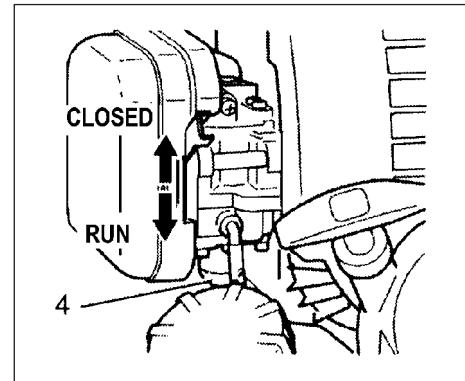

Fig. 2-3
(Fig. 2-3)
2. Chiudere l'aria portando la leva in posizione. (Fig. 2-3)
4. Ai primi scoppi del motore, riaprire l'aria prima di agire nuovamente sulla maniglia di avviamento. (Fig. 2-3)